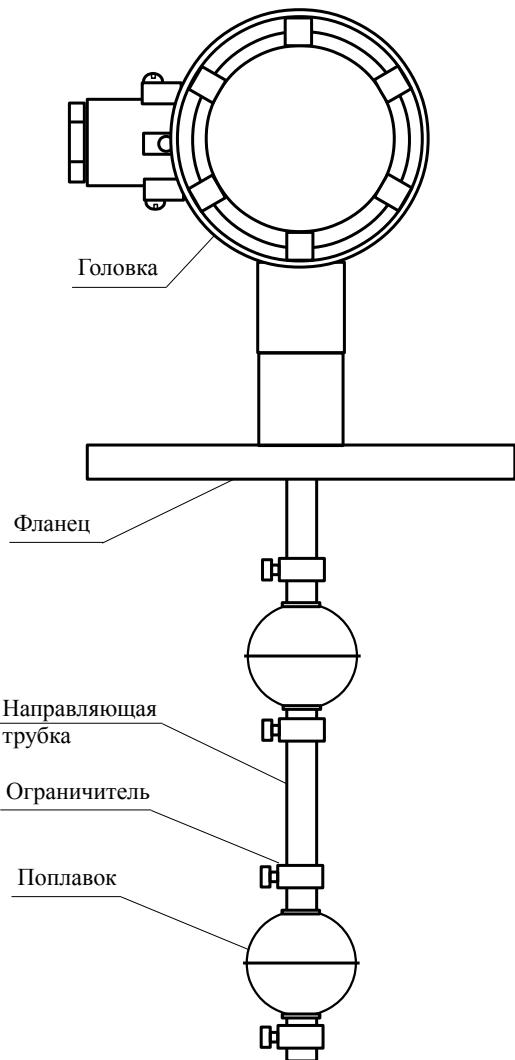

Рисунок 1 - Конструкция сигнализатора
4.1 Сигнализатор состоит из направляющей трубы с герконами, магнитных поплавков с ограничительными кольцами, крепёжного элемента (фланец или бобышка) и клеммной головки с сальниковым кабельным вводом (Рисунок 1).